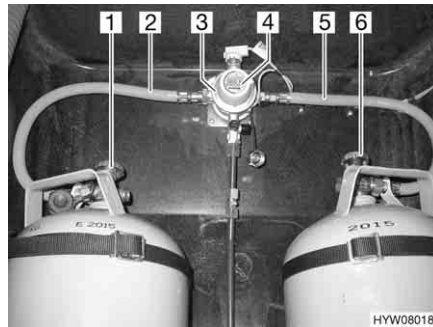
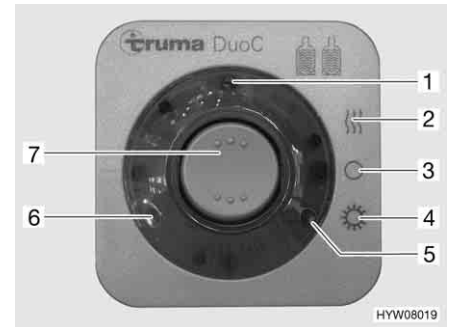

Bild 101 DuoControl-omkopplingsenhet
Bild 102 Kontrollenhet
DuoControl-omkopplingsenheten består av en omkopplingsventil (Bild 101,3) och en kontrollenhet (Bild 102). Omkopplingsventilen är monterad mellan gas slangarna (Bild 101,2 och 5). Med vredet (Bild 101,4) på omkopplingsventilen ställer du in vilken gasflaska som ska användas som driftflaska och vilken som ska användas som reservflaska.
Omkopplingsventilen värms upp av en avfrostningsanläggning för regulatorer (Eis-Ex). På detta sätt undviks störningar på gasanläggningen under vintern. Med kontrollenheten (Bild 102) kan endast de elektriska funktionerna styras. Gasflaskornas huvudavstängningsventiler (Bild 101,1 och 6) måste öppnas för hand.
Omkopplingsventilen sørjer för ett konstant gstryck, oberoende vilken gasflaska som används. De två kontrolllamporna på kontrollenheten visar nivån i driftflaskan. När den gröna kontrollampan lyser (Bild 102,6) är driftflaskan full. När den röda kontrollampan lyser (Bild 102,5) är driftflaskan tom. Gasförsörjningen sker då med reservflaskan.
- Öppna huvudavstängningsventilerna på gasflaskorna (Bild 101,1 och 6).
- Med vredet (Bild 101,4) på omkopplingsventilen (Bild 101,3) väljs gasflaskan, som ska prioriteras (driftflaska).
- Slå på DuoControl-omkopplingsenheten på kontrollenheten (Bild 102).
Ställ för detta vippkontakten (Bild 102,7) på vinterdrift "på och uppvärmning" (Bild 102,2) eller på somrardrift "till" (Bild 102,4). Omkopplingsventilen är nu avluftad. Den gula kontrollampen (Bild 102,1) lyser, när vinterdrift väljs och avfrostningsanläggningen för regulatorer är påslagen.
- Ställ vippkontakten (Bild 102,7) i läge "O" (Bild 102,3). Den gula kontrollampen (Bild 102,1) slocknar.
- Stäng huvudavstängningsventilerna på gasflaskorna (Bild 101,1 och 6).
Kontrolllamporna på kontrollenheten (Bild 102,5 och 6) signalerar inne i fordonet, om driftflaskan är driftklar.
Ifall den gröna kontrollampen (Bild 102,6) slocknar under drift och den röda kontrollampen (Bild 102,5) lyser upp, är gasflaskan som har valts som driftflaska tom och måste bytas ut. Gasförbrukarna försörjs med gas från reservflaskan.